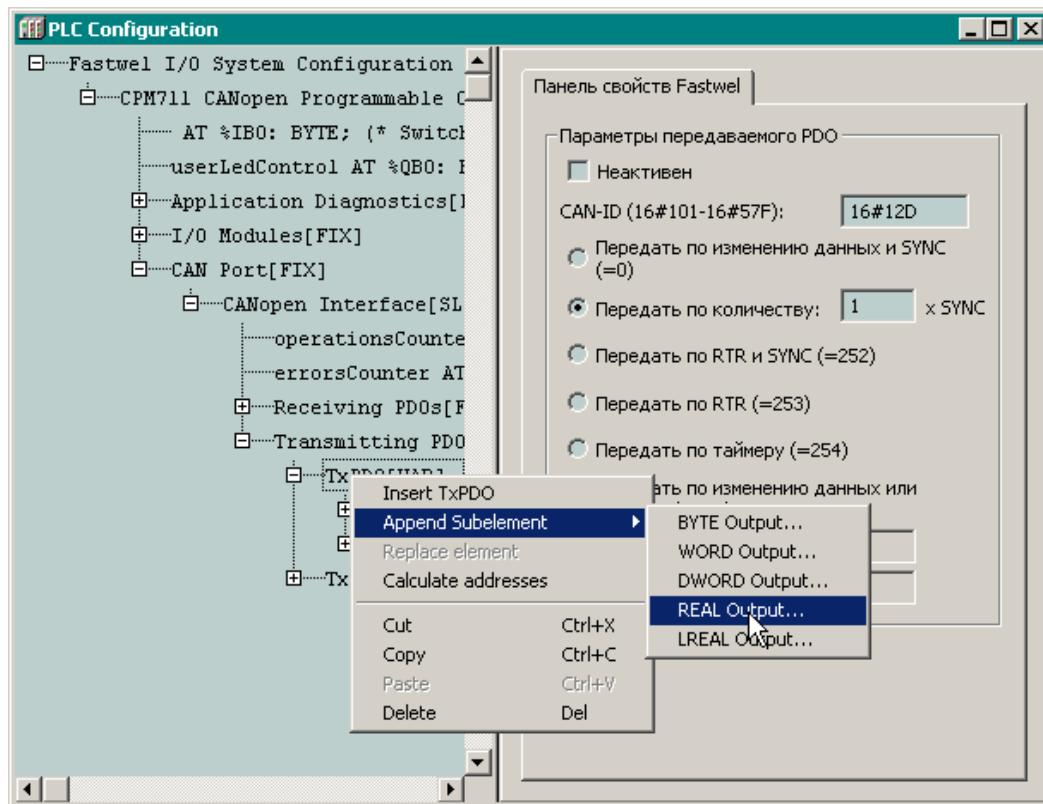

Рис. 26. Добавление одного из полей передачи данных
3. Введите значение идентификатора, равное *16#12D*, в поле CAN-ID диалоговой панели настройки параметров коммуникационного объекта, как показано на рис. 26. Остальные параметры оставьте без изменений.
4. Добавьте два поля передачи данных типа *REAL Output* к описанию созданного коммуникационного объекта, как показано на рис. 26. Выходные каналы указанных полей будут использоваться в приложении для передачи в сеть преобразованных значений на каналах модуля аналогового ввода.